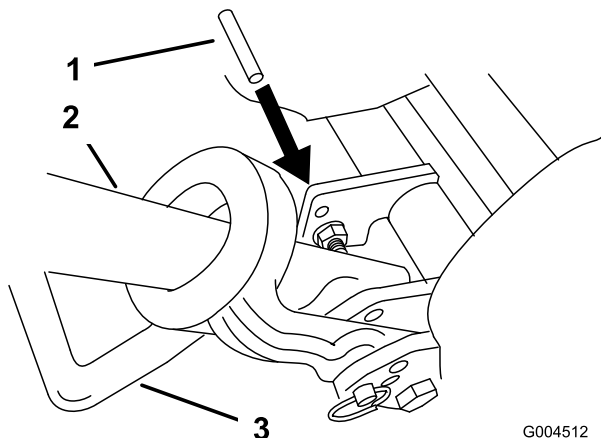

Figura 46
2. Baje el soporte de pie. Inserte un pasador o similar de 6 mm de diámetro en el taladro del bastidor situado por encima del perno de montaje del soporte de pie (Figura 46).